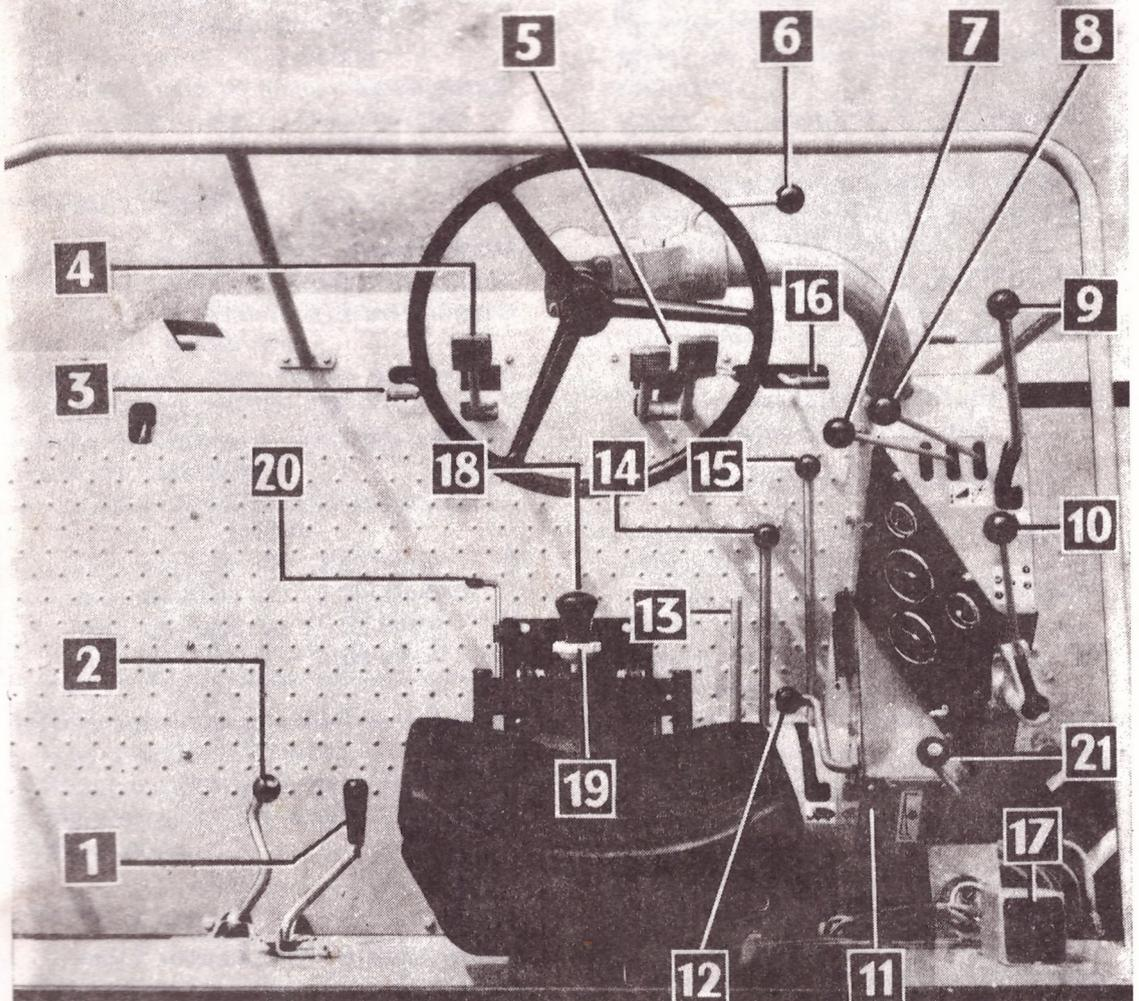

FIG. 2
Commandes (voir fig.2)
- porter l'accélérateur (11, fig.2) aux 3/4 de sa course ;
Pour le démarrage de la machine, il est conseillé d'effectuer les manœuvres suivantes (fig.2) :
A l'aide du levier d'accélérateur, maintenir le moteur à régime modéré, tirer progressivement vers le haut le levier d'embrayage (15, fig.2) pour atteindre le point de verrouillage de la commande.
Dans le cas d'arrêt du moteur, le faire tourner quelques instants au ralenti avant de porter le levier d'accélérateur (11, fig.2) en coupure d'injection, provoquant ainsi l'arrêt du moteur.